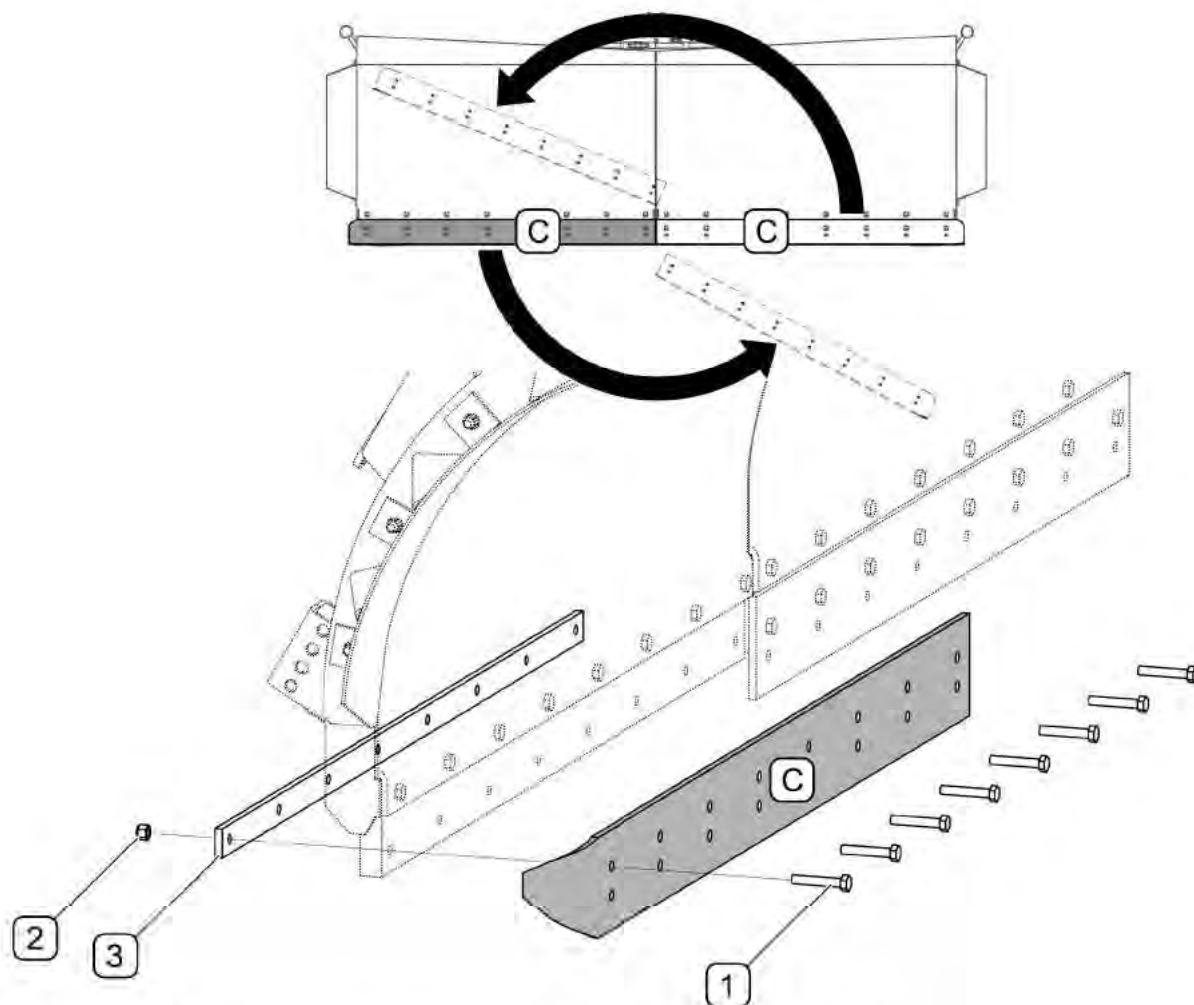

РИСУНОК 5.5 Замена металлической нижней кромки отвала
Для того, чтобы демонтировать металлические нижние кромки отвалов (РИСУНОК 5.5), необходимо отвинтить гайки (2), вынуть крепежные болты (1) и снять прижимную планку (3) и нижнюю кромку (С). В случае износа металлических нижних кромок их можно перевернуть и поменять местами, т.е. нижнюю кромку с правого отвала установить на левый отвал и наоборот. Отработанные с двух сторон и поврежденные нижние кромки нужно заменить новыми.